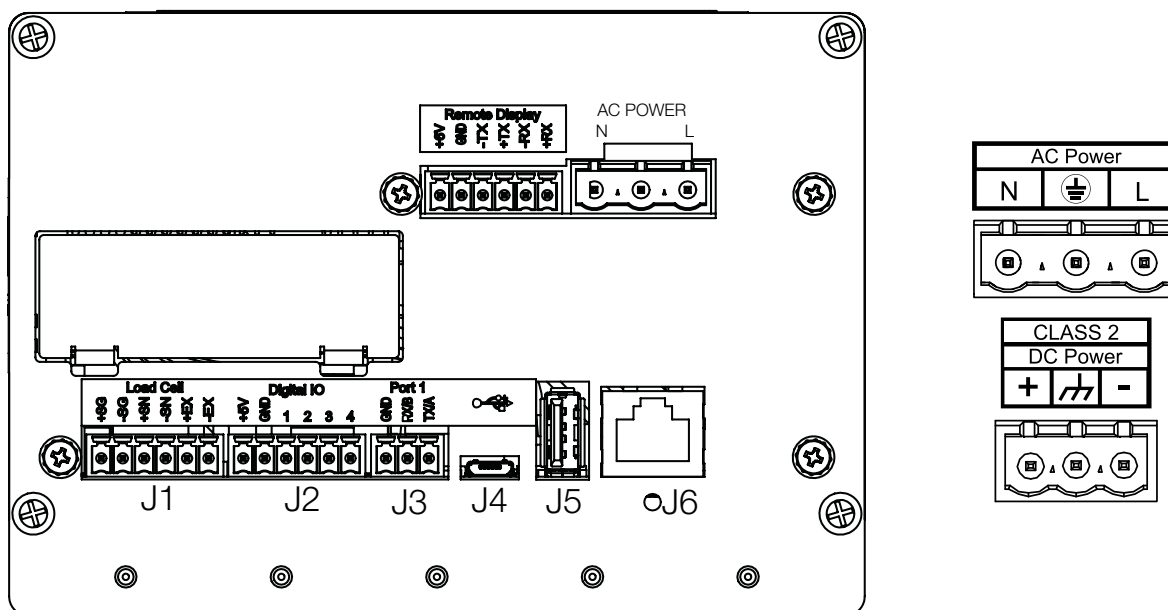

Figura 2-17. Punto de conexión de alimentación
A continuación se muestran las conexiones de alimentación para el alojamiento para panel 880. Se utiliza un conector de 3 clavijas para conectar la alimentación de CA (N.º de ref. 152334) o de CC (N.º de ref. 15888) a la placa de fuente de alimentación. Conecte los hilos como se muestra en la Figura 2-17.
El conector J3, consulte la Figura 2-17 en la página 30, proporciona las conexiones para las comunicaciones seriales RS-232 o RS-485/RS-422 de dos hilos, consulte la Tabla 2-5 para las asignaciones de clavijas.
El puerto de dispositivo USB (conector micro USB J4, Figura 2-17 en la página 30), se ha diseñado para su conexión exclusiva a una computadora. Se muestra como Virtual COM Port y se le asigna la designación "COMx". Las aplicaciones se comunicarán a través del puerto como un puerto de comunicaciones RS-232 convencional.
El 880 puede ser host de un dispositivo USB a través de la conexión USB de Tipo A (J5), consulte la Figura 2-17 en la página 30. Los dispositivos admitidos incluyen teclados y unidades de memoria USB, consulte el Apartado 3.2.11 en la página 60 para la configuración.
El 880 ofrece la comunicación Ethernet TCP/IP 10Base-T/100Base-TX mediante un conector RJ45 estándar (J6), consulte la Figura 2-17 en la página 30. Puede admitir dos conexiones simultáneas, una como un servidor, y la otra como un cliente.